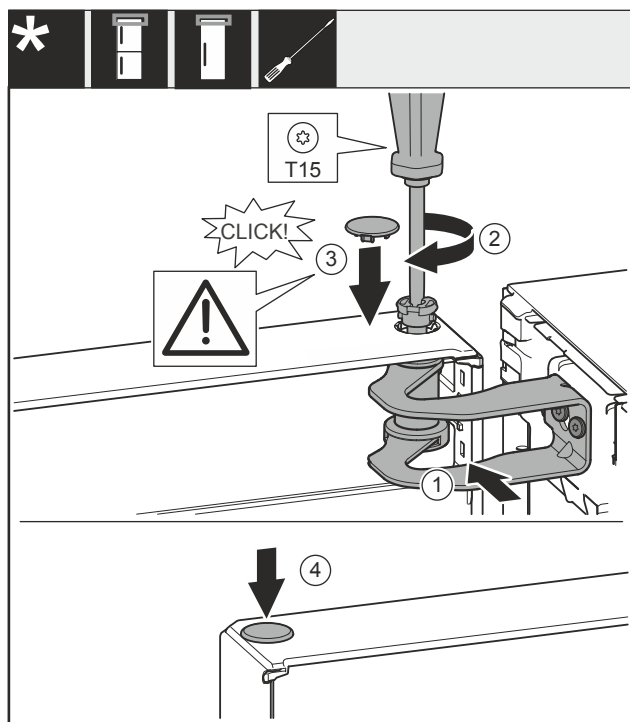

Fig. 59
- Dveře vyrovnejte s otvorem ve stojanu ložiska Fig. 59 (1).
- Vložte čep Fig. 59 (2) a pevně jej utáhněte šroubovákem.
- Nasadte kryt Fig. 59 (3).
- Zkontrolujte, zda kryt Fig. 59 (3) doléhá na dveře.
- Nasadte kryt Fig. 59 (4).